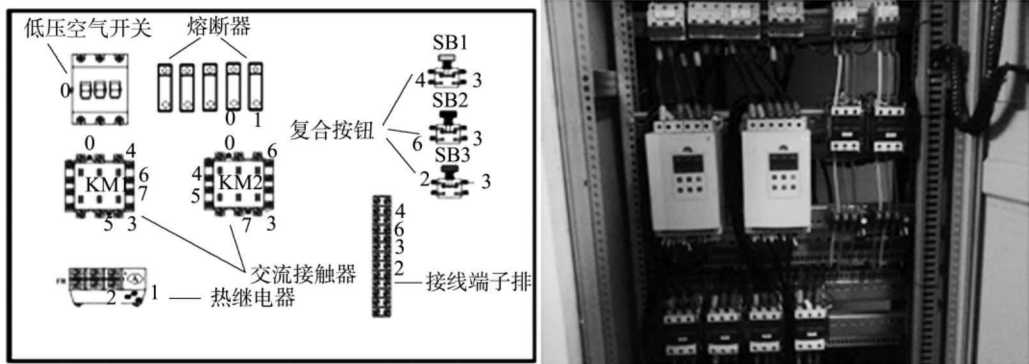
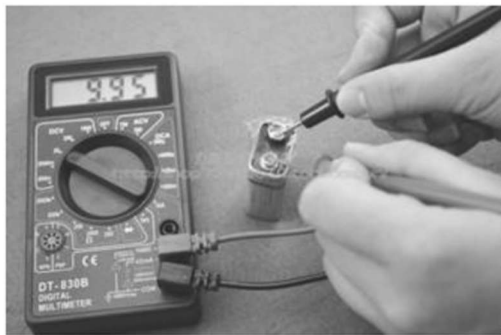

图 0-4 控制板(箱)中元件布置及接线举例
图 0-5 电路检测举例
3. 能在控制板(箱)中,合理布置各元件,独立完成接线(图0-4),学会检测电路、分析故障、检修故障(图0-5)。